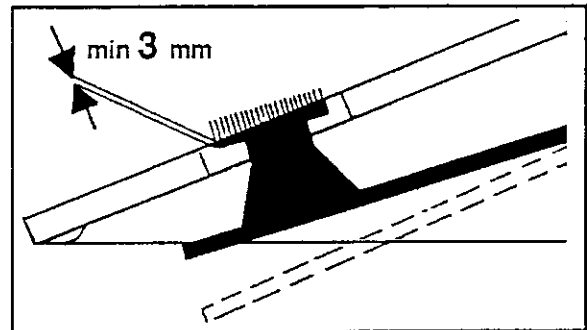

Bild 4-38
- bei Abschleiß des Bolzenkopfes auf 3 mm in seiner Höhe z.B. bei verbogener Blattfeder (Bild 4-38).